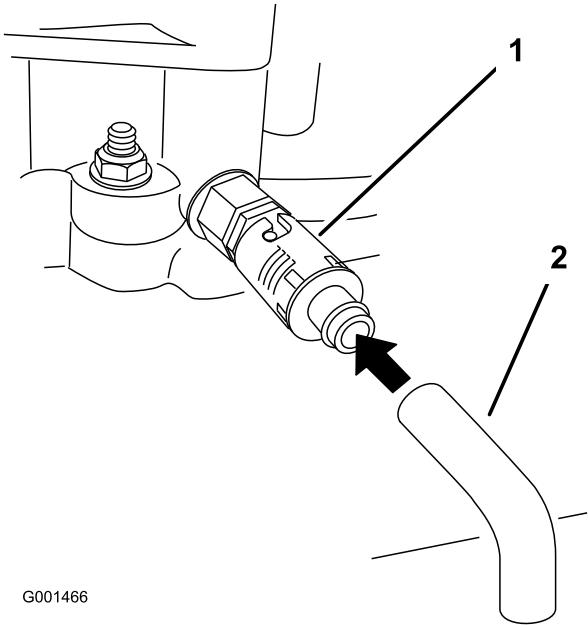

Figura 32
5. Coloque un recipiente debajo del tubo de vaciado. Gire la válvula de vaciado para que se drene el aceite (Figura 32).
7. Retire el tubo de vaciado (Figura 32).